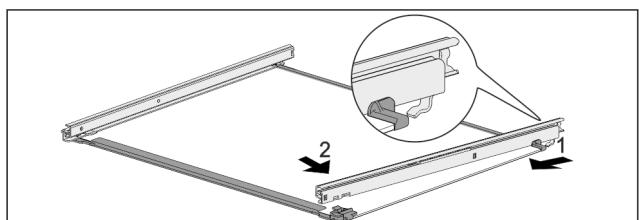

Fig. 105 Стеклянная пластина с направляющими
- Зацепите направляющую сзади. Fig. 105 (1)
- Зашелкните направляющую спереди. Fig. 105 (2)